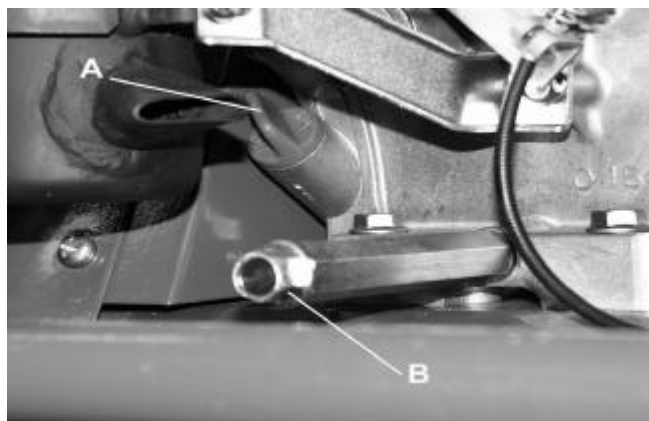

Fig. 7
1. Retirer le bouchon de remplissage de la cuvette-carter (A Fig. 7) et, la machine étant sur le plat, vérifier que la cuvette-carter est remplie d'huile, sinon remplir la cuvette-carter jusqu'en haut des filets du trou de remplissage avec l'huile moteur recommandée.